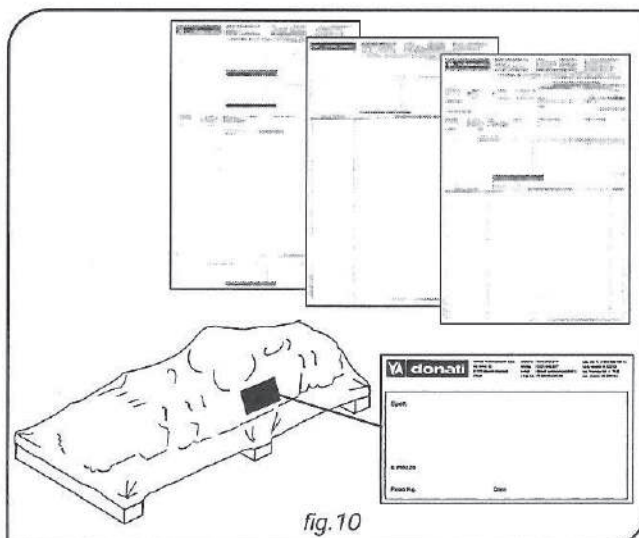

fig.10
- Los datos de expedición (dirección del destinatario, n° de piezas, n° de orden, etc.) correspondan a la documentación que lo acompaña (documento de transporte y/o eventuales packing - list) (fig.10).